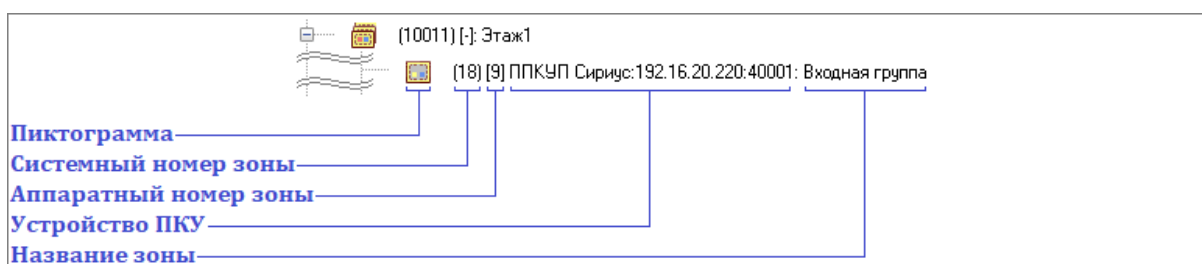

Рисунок 6-293 Отображение объекта "Аппаратная зона" в дереве зон как принадлежащего узлу "Системная группа зон"
- узлу «Системная группа зон» (см. Рисунок 6-293).